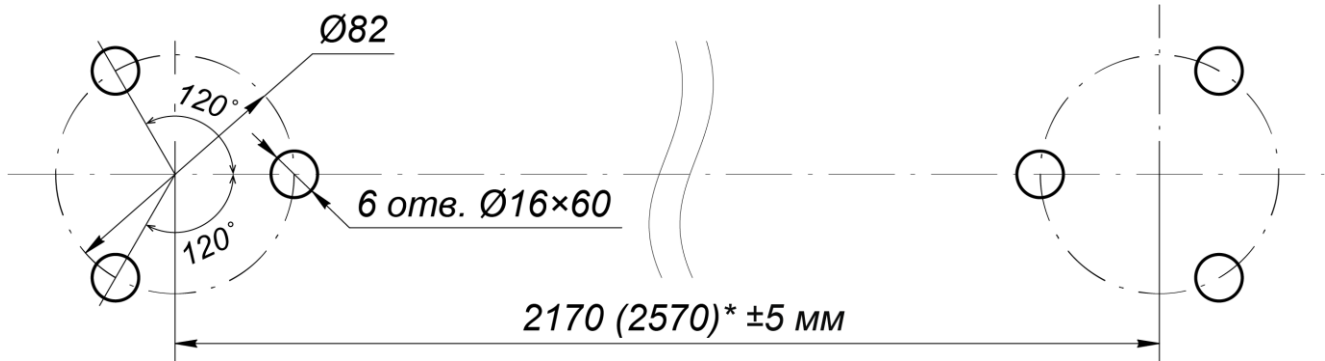

Рисунок 17. Схема разметки отверстий для установки двойной распашной секции ограждения с магнитным УБ¹
2. Разметьте и просверлите отверстия на установочной поверхности под анкеры М10 в соответствии со схемой разметки (рис. 17). Сначала размечаются центры установки стоек секции ограждения, затем от них размечаются точки крепления стоек, допускается использование в качестве шаблона непосредственно самих фланцев стоек.